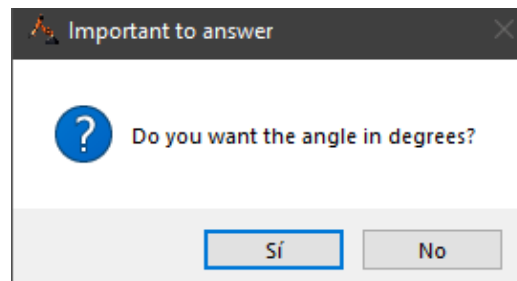

Ilustración 12. Mensaje emergente de la ventana de ángulo/eje
- **GO:** Tiene la funcionalidad de ejecutar el programa una vez le ingresemos los datos ingresados en la caja de texto. Al dar clic este botón nos mandará un mensaje emergente que se puede observar en la **Ilustración 12. Mensaje emergente de la ventana de ángulo/eje.**